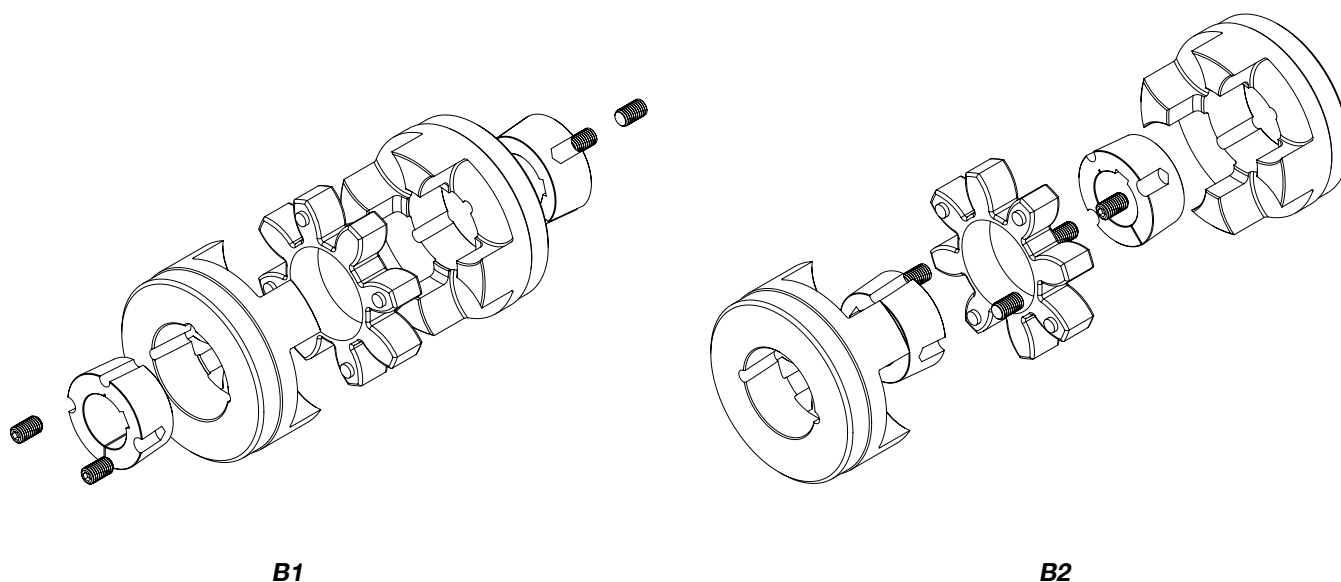

Figura 4-3 - Tipologie GRB
- 2 mozzi (B1 con montaggio bussola dall'esterno, B2 con montaggio bussola dall'interno, FIGURA 4-3)